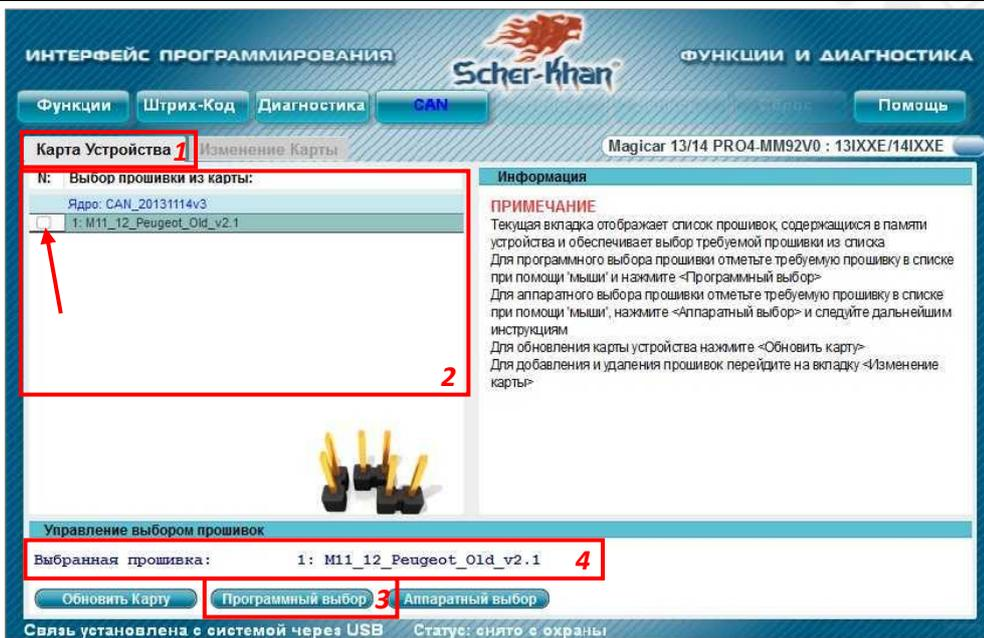

Рис. 6: OpWin - вкладка **«CAN/Карта устройства»**
- переходим на вкладку «**CAN**» (1)
- переходим на вкладку «**Изменение карты**» (2)
- в поле «**Выбор прошивки из карты**» отображаются уже загруженные прошивки в устройство (3)
- нажимаем кнопку **«Добавить новую»** (4)
- после этого прошивка должна загрузиться в блок и отобразиться в списке прошивок (3)
- переходим на вкладку **«Карта устройства»** (5) (см. рис. 6)